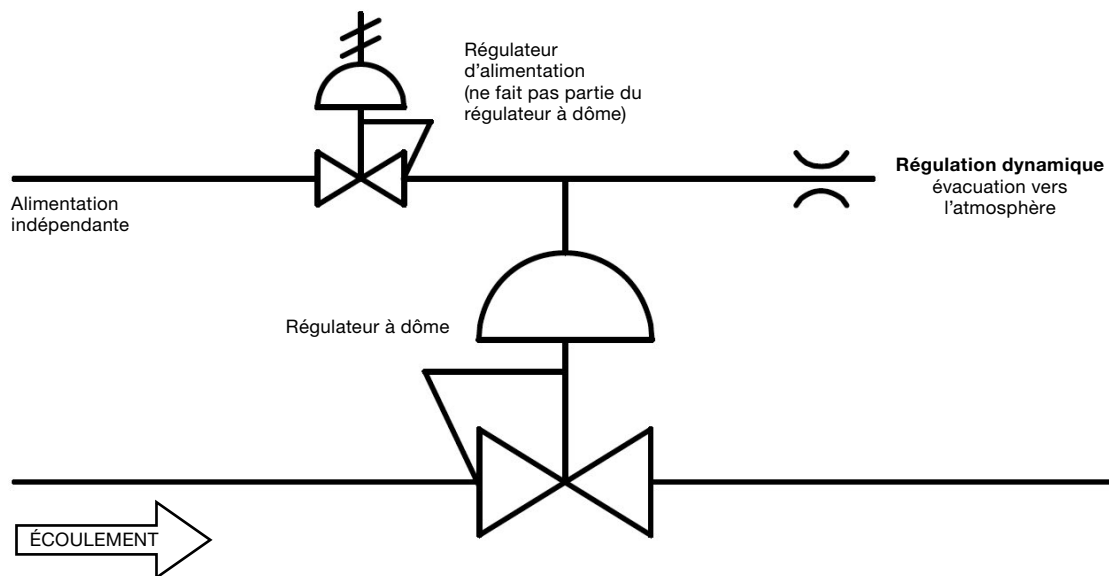

Figure 4
- **Contrôle externe de la pression dans le dôme.** Dans cette configuration, la pression dans le dôme est fournie par une source indépendante – une bouteille ou une alimentation principale (cf. Figure 4). Les meilleures performances seront obtenues en faisant en sorte que le régulateur pilote soit constamment traversé par un faible débit de fluide. Le fluide devra être évacué par un étranglement (cf. Figure 4). C'est ce qu'on appelle généralement une « régulation dynamique ». Cette configuration convient aux applications qui mettent en œuvre des liquides.